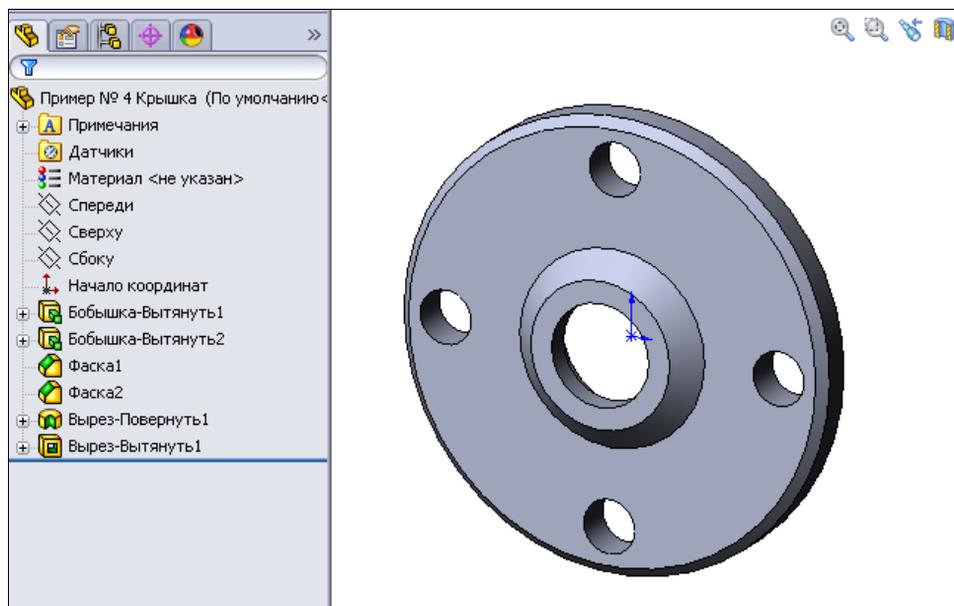

Рис. 2.55
19. Нажмем кнопку **ОК** , закончив построение отверстий под крепеж и крышки в целом (рис. 2.55).